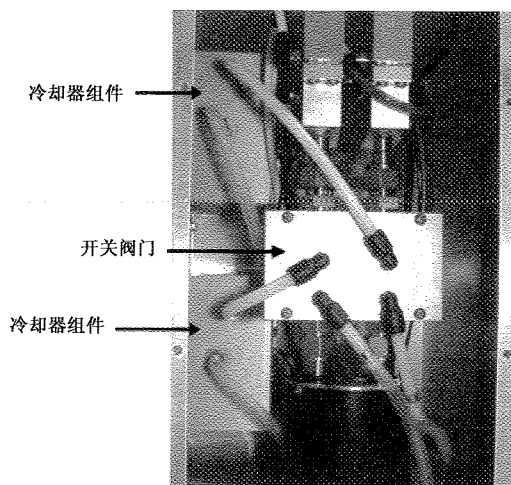

图 2-63 FDMS 系统内部(以 TEOM-1405DF 为例)
(4)此时出现“打开仪器”界面。拆下 FDMS 系统的前盖,找到两个冷却器组件、开关阀门和干燥器的真空接头(图 2-63);
(5)把每个冷却器组件上的快速连接接口的顶部和底部的管道拆下(图 2-63)。选择“下一步”;